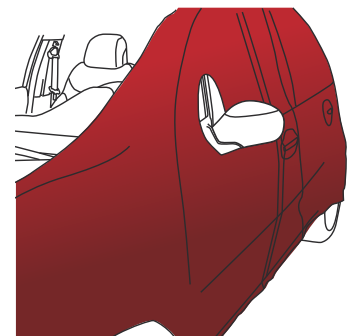

Abbildung 22
- Die Folie ist nun über die gesamte zu verklebende Fläche gespannt. Jetzt können Sie mit der tatsächlichen Verklebung der Folie, angepasst an die (Abb. 22) verschiedenen Oberflächenformen, beginnen.